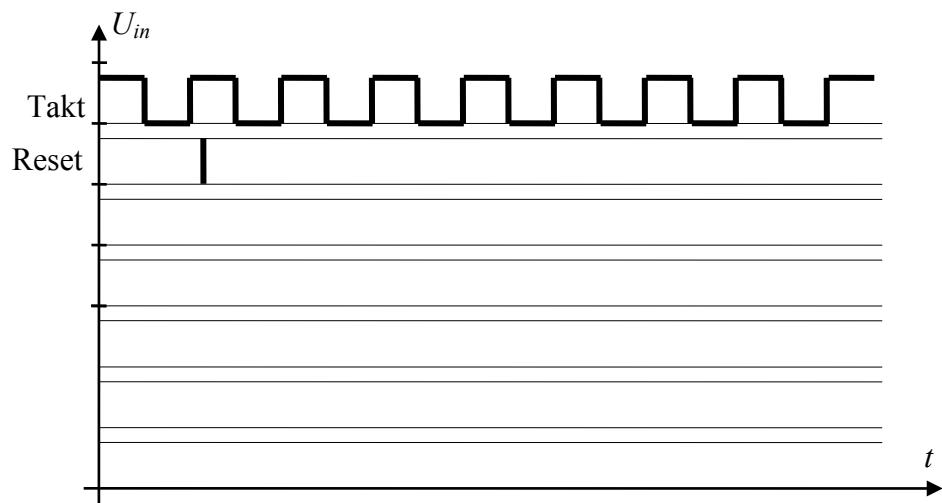

Abbildung 4.1
- Tragen Sie den Ablauf der aller Zustandssignale (State plus zugehöriger Next-State, Darstellung als Bus) in Abbildung 4.1 ein! Ergänzen Sie weiters den Zeitverlauf am Ausgang ! Nehmen Sie an, der Reset sei bis zum Zeitpunkt der eingetragenen Flanke aktiv und wird dann inaktiv.